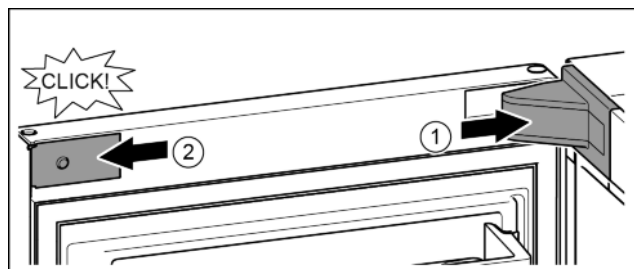

Fig. 24
- ▶ Założyć osłonę płytki zawiasu i zazębić, ew. ostrożnie odsunąć. Fig. 24 (1)
- ▶ Założyć zaślepkę z boku i zazębić. Fig. 24 (2)